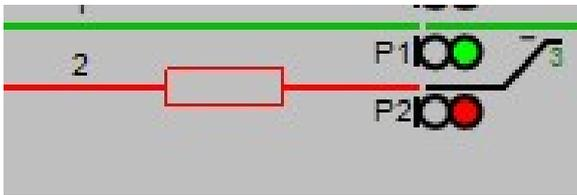
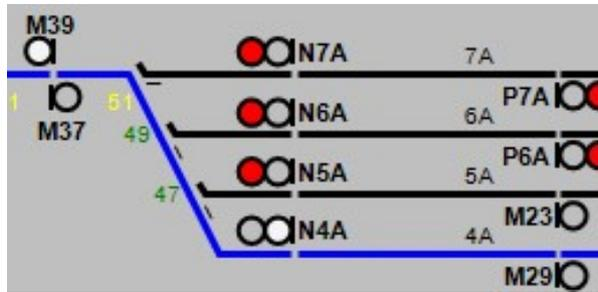

Рис.287.
Рис.288.
**СИНИЙ** - РЦ входит в установленный и ещё не использованный маневровый маршрут (см. рис. 288) или информация о типе маршрута отсутствует;
*Закрытое состояние маневровых светофоров обозначается цветом фона (см. рис. 285). Закрытое положение поездных светофоров обозначается красным цветом (см. рис. 286). Открытое состояние поездных светофоров обозначается зеленым цветом (см. рис. 287.), маневровых светофоров – белым цветом (см. рис. 288).*